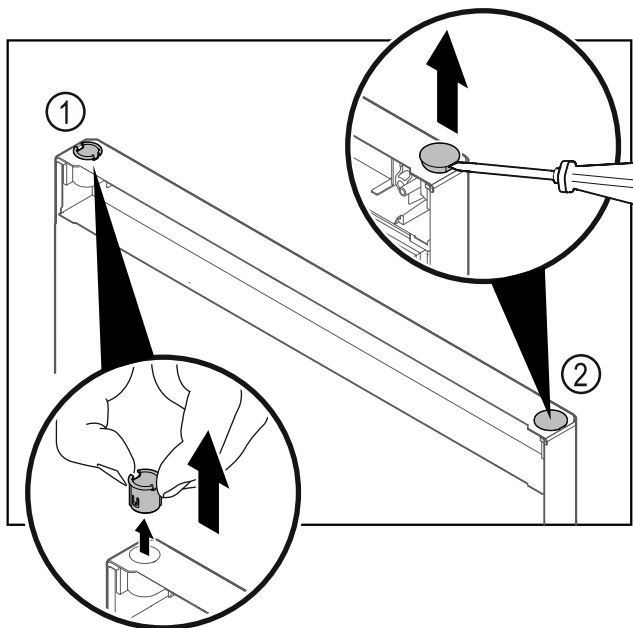

Fig. 40 Πόρτα τμήματος κατάψυξης
- ▶ Τραβήξτε έξω την υποδοχή μεντεσέ Fig. 40 (1) με τα δάχτυλα.
- ▶ Ανασηκώστε προσεκτικά την τάπα Fig. 40 (2) με ένα ίσιο κατσαβίδι και τραβήξτε την έξω.